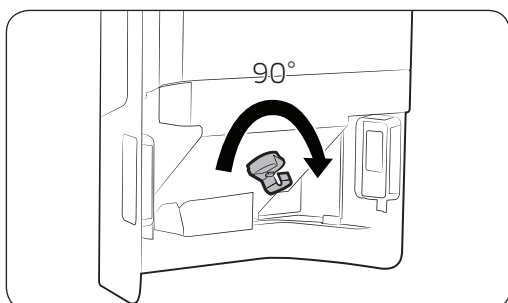

Afbeelding 1
- Houd de bak vast zoals in afbeelding 1 is te zien.